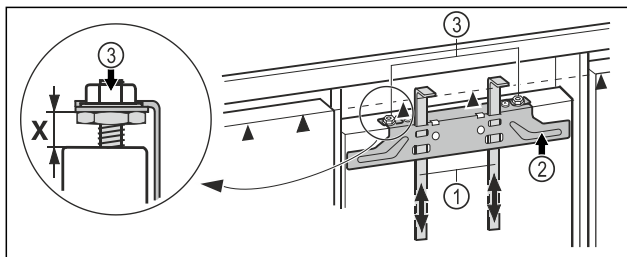

Fig. 19
- ▶ Монтажные приспособления Fig. 19 (1) сдвиньте вверх на высоту мебельного фасада. Нижняя упорная кромка ▲ монтажного приспособления = верхней кромке мебельной двери, которую планируется смонтировать.
- ▶ Открутите крепежную поперечину Fig. 19 (2) с помощью контргайк Fig. 19 (3).